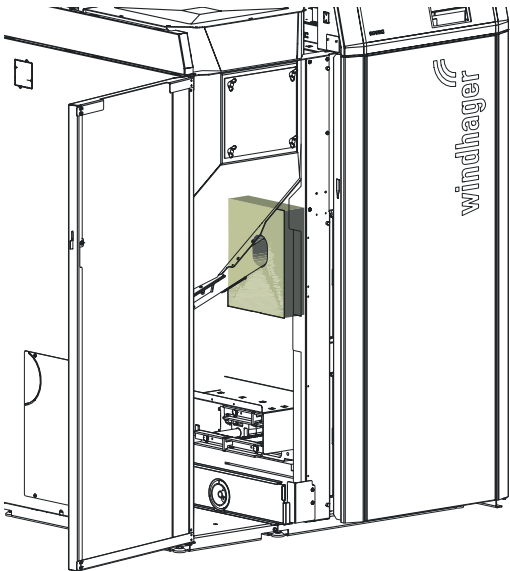

Fig. 98 Montare l'isolante su tubo della coclea/valvola rotativa
- Montare l'isolante (in dotazione) su tubo della coclea/valvola rotativa – Fig. 98.